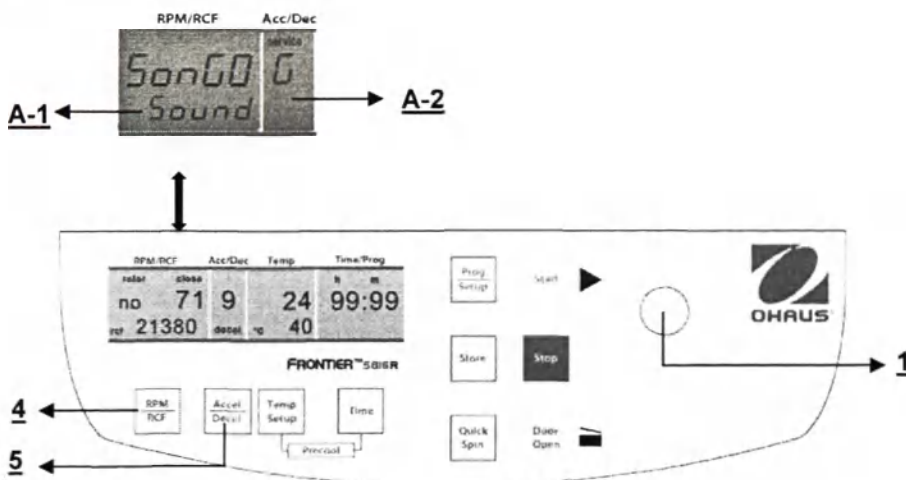

Рис. 34
Для входа в данный режим программирования выполните действия, описанные в пункте 4.1.1, после чего нажмите кнопку **«Accel/Decel»** (5). На дисплее **«Acc/Dec»** (A-2) замигает надпись **«Service»**. С помощью кнопки регулировки (1) выберите букву **«G»**. На дисплее **«RPM | RCF»** (A-1) высветится надпись **«SonGo/Sound»**. Нажмите на кнопку **«RPM | RCF»** (4) и выберите мелодию звукового сигнала с помощью кнопки регулировки (1) (см. рис. 34).